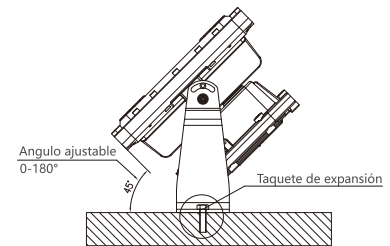

FIGURA 2
4. Para el montaje en piso / pared la posición del luminario se puede ajustar hacia arriba y hacia abajo en 45° como se muestra en la figura 2.